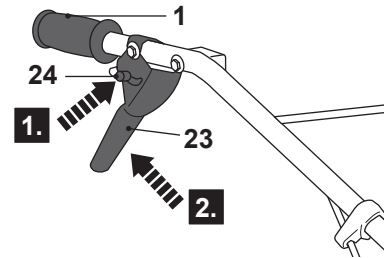

Fig. 13
- > Mantenga pulsado el botón de bloqueo-apagado (24) en posición (Fig. 13, paso 1).
- > Apriete la palanca de embrague (23) contra la empuñadura (1) para acoplar las púas. Manténgala en esa posición durante el funcionamiento (Fig. 13, paso 2).
- > Seguidamente, suelte el botón de bloqueo-apagado (24).
- > Suelte la palanca de embrague (23) para desacoplar las púas.